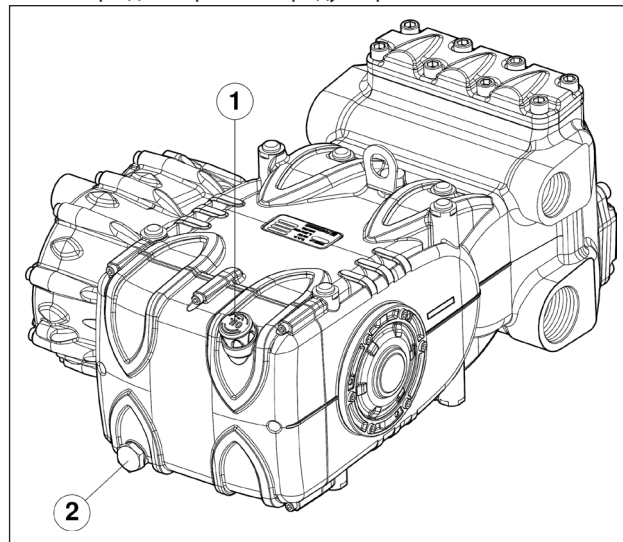

Рис. 3
Проверьте уровень масла и, при необходимости, долейте с помощью маслоизмерительного щупа, поз. ①, Рис. 3. Для правильной проверки уровня масла насос должен находиться при температуре окружающей среды; смену масла следует осуществлять при рабочей температуре насоса; сняв пробку ②, Рис. 3. Масло необходимо проверять и заменять, как указано в разделе 11.